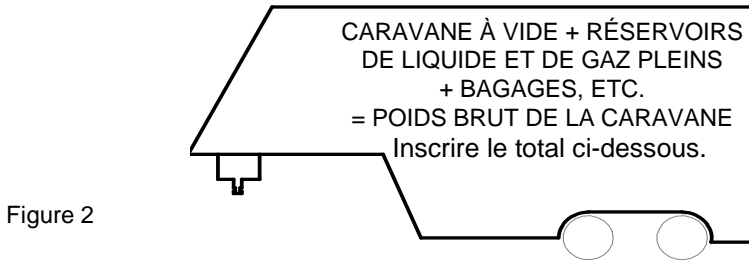

Figure 2
- La capacité de charge du véhicule spécifiée par le fabricant doit être égale ou supérieure au poids brut de la caravane (poids à vide de la caravane plus sa charge utile). (Figure 2)
Total du poids brut calculé de la caravane (Figure 2) : _____.